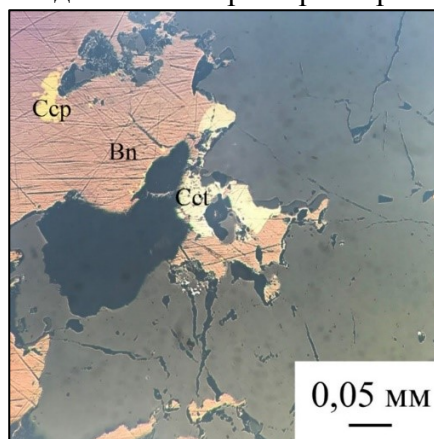

Рисунок 5 – Микрофотография халькозина (Ccp) в сростании с борнитом (Bn).
*Халькозин* развивается по борниту и присутствует в виде выделений неправильной формы (рисунок 5). Он обнаружен в единичных зёрнах размером около 0,05 мм.